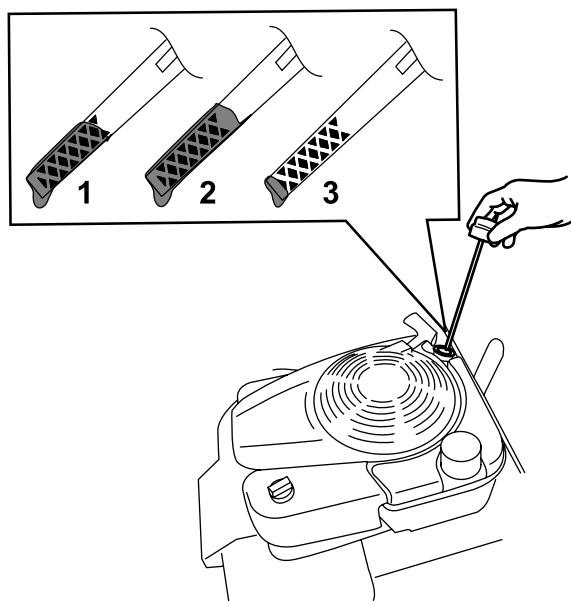

Рисунок 33
3. Извлеките масломерный щуп, повернув крышку против часовой стрелки и вытянув его (Рисунок 33).
10. Определите уровень масла по отметкам на щупе (Рисунок 33).